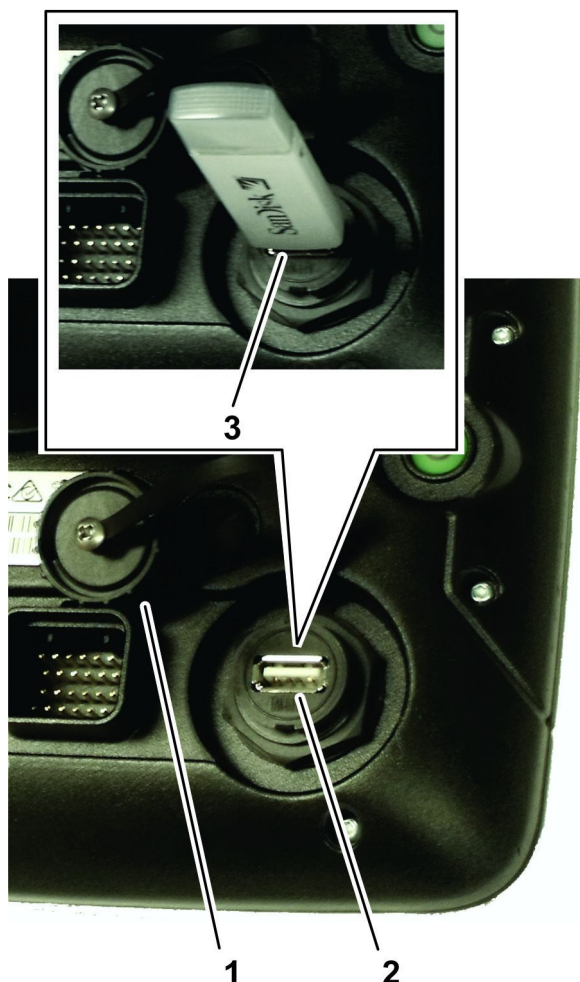

Рисунок 88
1. Удалите заглушку из USB-порта, расположенного под кнопкой питания (Рисунок 88).
2. Вставьте USB-накопитель в гнездо USB (Рисунок 88).